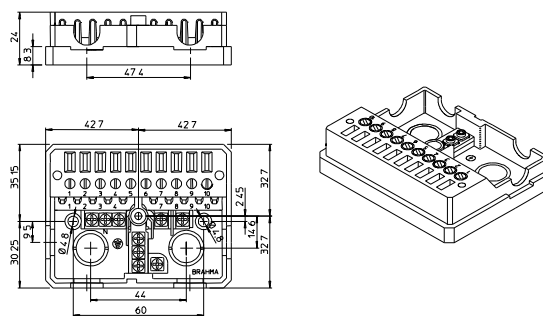
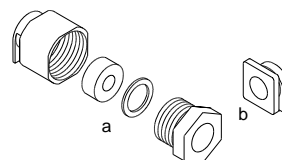

Fig. 2
Fig. 3
Gli accessori come basi di collegamento e passacavi sono forniti a richiesta per il collegamento del dispositivo. Le figure seguenti mostrano la base di collegamento tipo NBT (fig. 2) e i passacavi (fig. 3).
Per ordinare gli accessori di figure 2 e 3, fare riferimento ai seguenti codici:
- Base porta collegamenti tipo NBT cod. 18210124 (fig. 2);
- Passacavo codice 18210200 (fig. 3 a);
- Passacavo codice 80536550 (fig. 3 b).